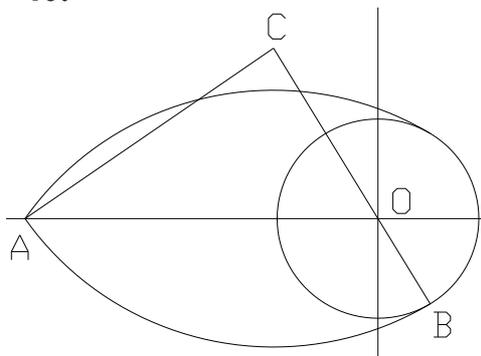

Рис.12.1
- Вполне очевидно, что центр **С** дуги **АВ** (Рис.12.1) находится от точек **А** и **В** на расстоянии **R60**, а от точки **О** – на расстоянии **ОС = ВС-ОВ = 60-20 = 40**.